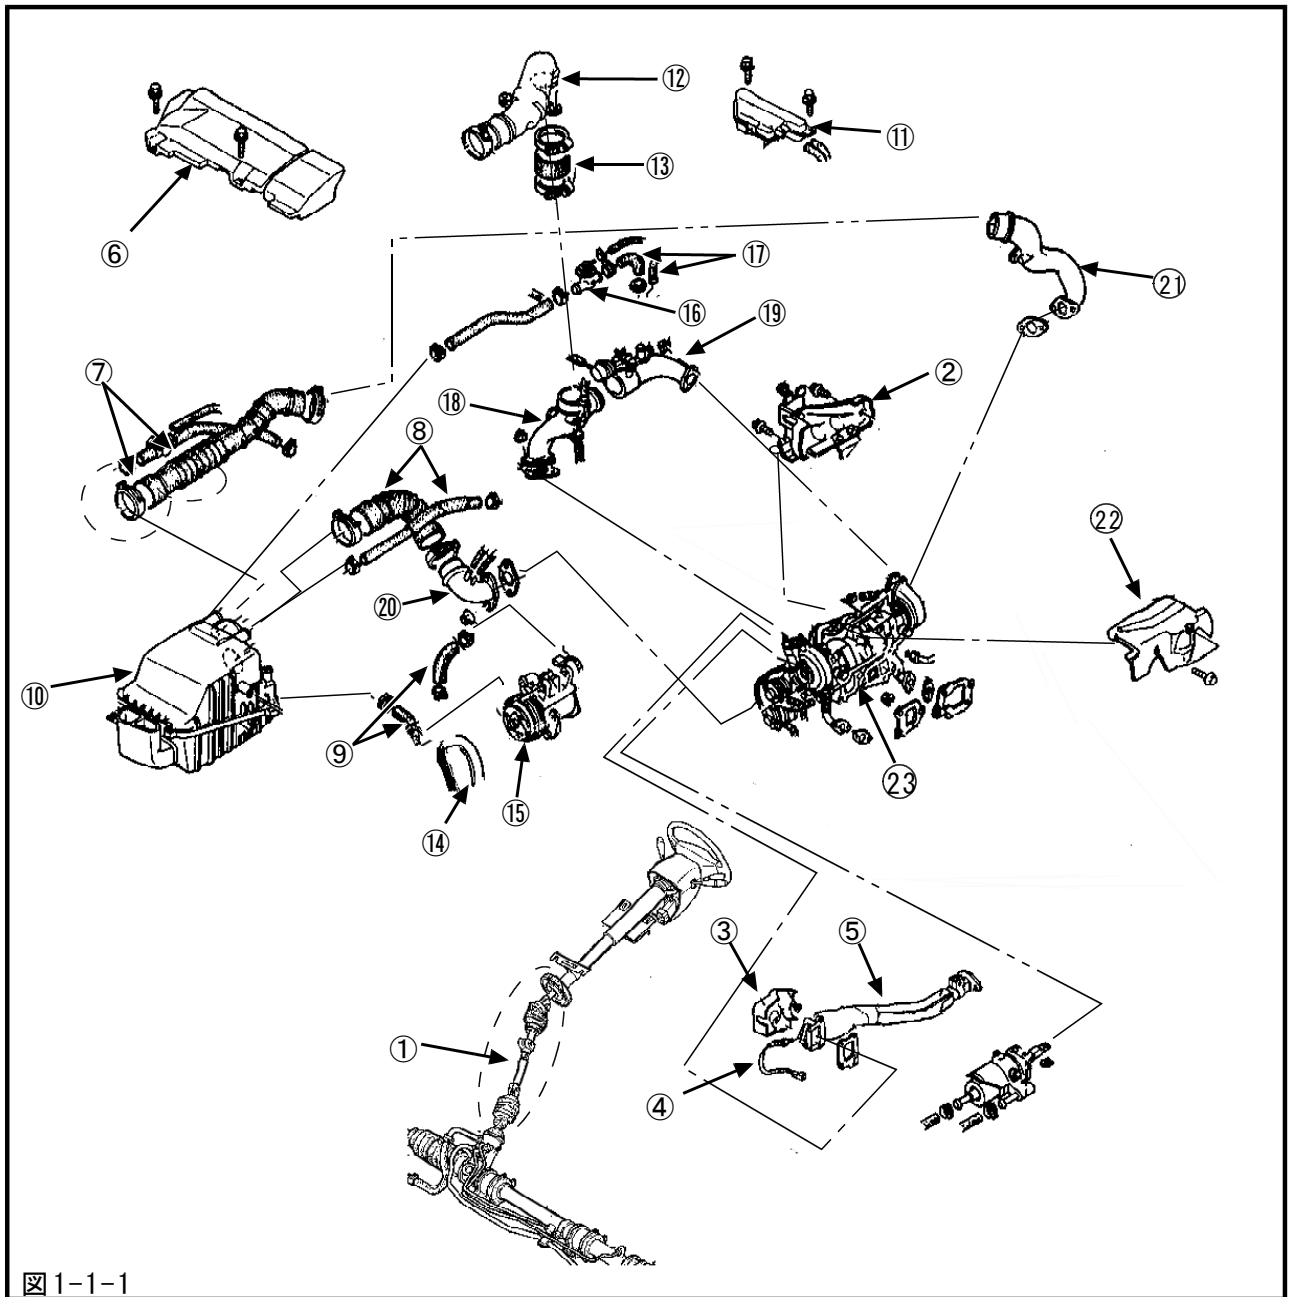

図1-1-1
- (1) アンダカバーを取外してください。
- (2) ミッションカバーを取外してください。
- (3) 冷却水を抜き取ってください。
- (4) タワーバーを取外してください。
- (5) 図中の①～⑪のパーツを番号順に外してください。(図1-1-1)
(図1-1-1)
- (1) 図1-1-1で取外したインターミディエイトシャフトに取付けられているステーを、図のように曲げてください。(図2-2-1)